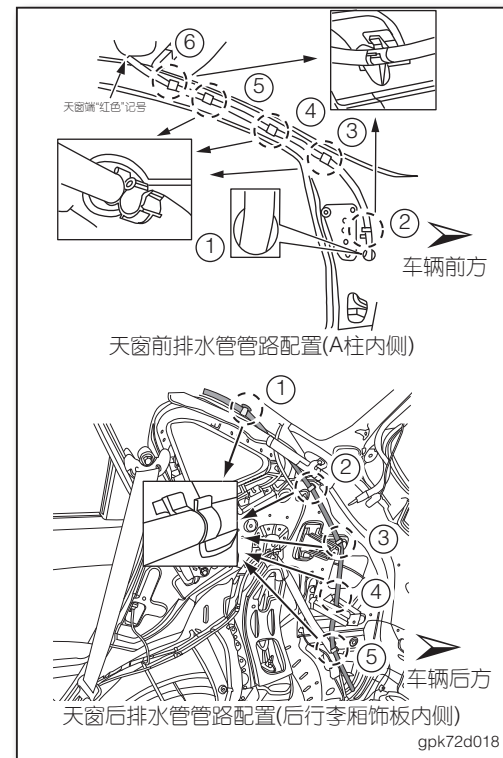

图 9
8. 拆下每一条排水管，然后目视检查排水管是否损坏、裂痕或劣化。前排水管及后排水管的固定点位置及管路路径如图所示（如图 9）。